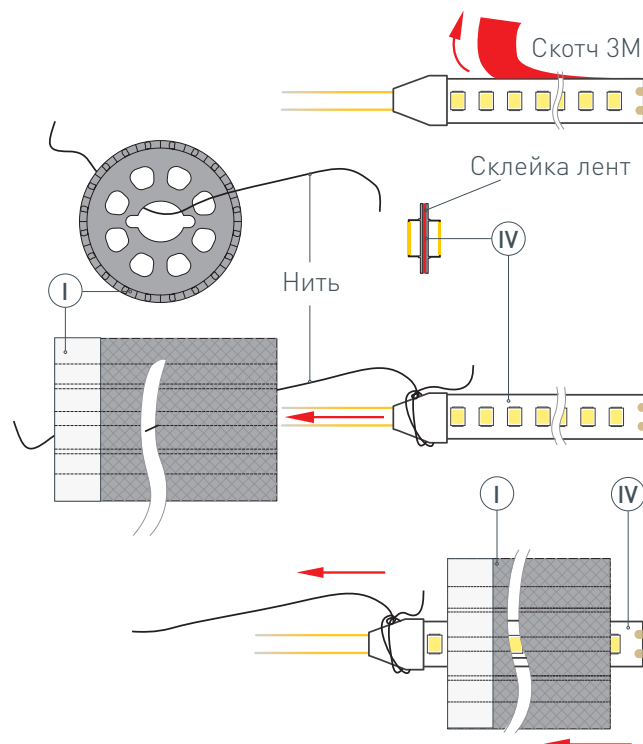

Рис. 1. Протяжка светодиодных лент ④ в профиль ①, вид сверху
- Закрепите держатели ② на поверхности и выведите наружу кабель от источника для питания светодиодной ленты.
- Установите* светодиодные ленты ④ в профиль ①. Для этого необходимо снять защитный слой со скотчей на светодиодных лентах ④ и склеить ленты тыльными сторонами, чтобы можно было протянуть через профиль. Затем привязать нить (находится внутри профиля) с одной стороны профиля ① к склеенным светодиодным лентам ④, как показано на рис. 1. Чтобы втянуть ленты в профиль, сначала аккуратно поместите кабели питания светодиодных лент ④ внутрь профиля ①, а затем, насколько это возможно, вставьте край светодиодных лент. Аккуратно потяните за нить с другой стороны профиля ① и тем самым протяните** светодиодную ленту ④ в профиль ①. Отвяжите нить от светодиодной ленты. **! ЗАМЕНА ЛЕНТЫ.** Если понадобится заменить уже установленные в профиле светодиодные ленты, то необходимо проделать те же действия: привяжите нить к светодиодным лентам с одной стороны профиля, аккуратно потяните ленту с другой стороны профиля. Таким образом, нить снова окажется внутри профиля, готовая для повторного использования.